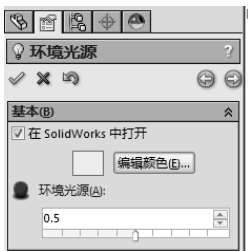

图 1-42 光源编辑颜色
- [7] 右击【环境光源】，在弹出对话框中选择【编辑所有光源】，如图 1-40 所示，光源编辑颜色如图 1-42 所示。